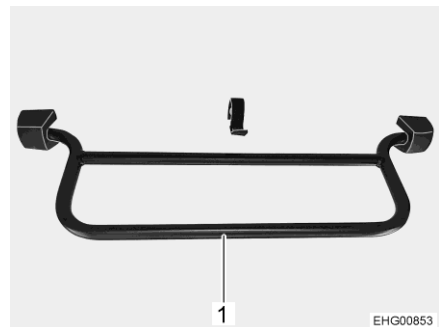

Bild 36 Bygel, uppfällbart tak, bak (C 530)
- Dra ner det uppfällbara taket (Bild 36,1) med hjälp av bygeln.